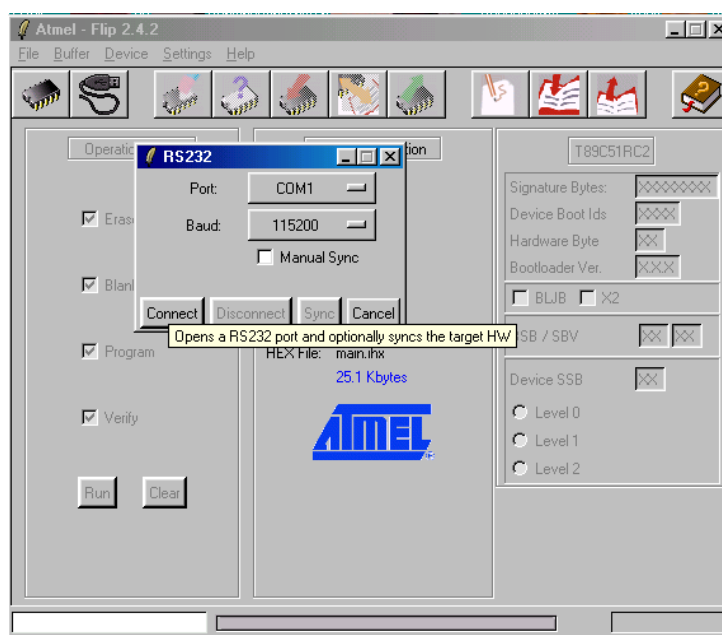

Рисунок 29:
- 10) Настроить соединение ПК с коммуникатором по интерфейсу RS232 (**Settings**→**Communication**→**RS232**) (см. рис. 29). Выберите используемый COM порт и желаемую скорость обмена. Коммуникатор поддерживает любую предлагаемую программой скорость обмена в диапазоне от 2400 до 57600. Нажмите кнопку **Connect**.